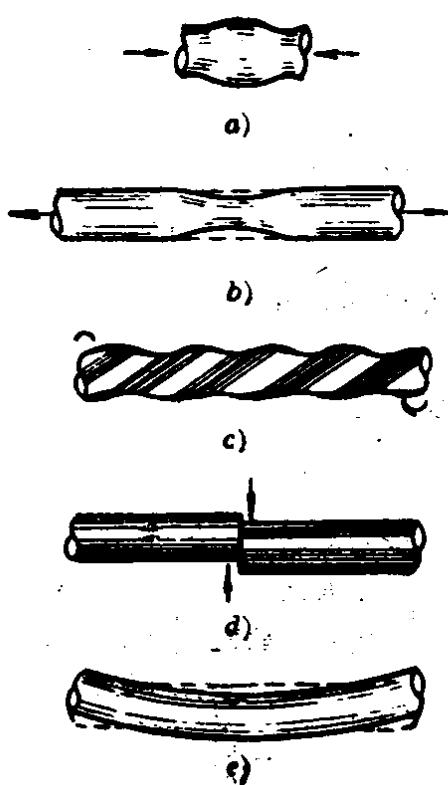

图 1-1 材料变形情况
2) 变形 (图 1-1) 是材料在不同载荷作用下的变形情况。